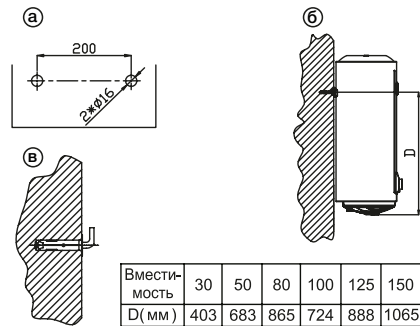

Рис. 2
2. После выбора места монтажа определите места под два крепежных болта с крючками (в зависимости от спецификации выбранного изделия). Электродрелью просверлите два отверстия в глухой стене диаметром 16 мм на расстоянии 200 мм. Расстояние между отверстиями выдерживать в соответствии с рисунком 2а. При определении высоты отверстий необходимо учесть положение на стене водопроводных соединений, тип водопроводных труб и расстояние от крепления до низа нагревателя (см. рис. 2б).
3. Вставить распорные болты в отверстия и убедиться, что крючок направлен вверх (см. рис. 2в).